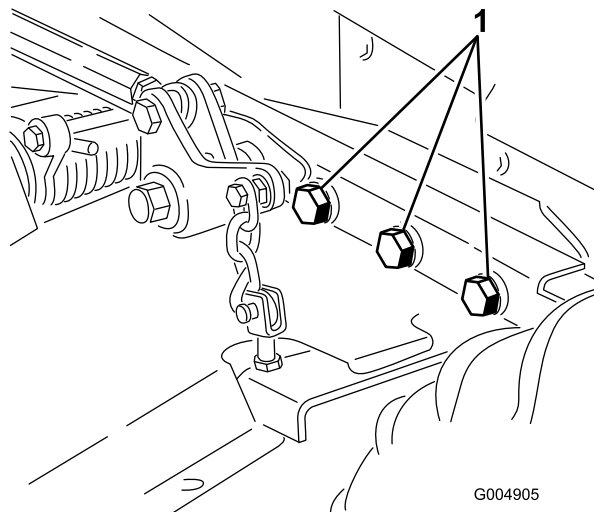

Figure 77
4. Vérifiez le serrage de toutes les fixations et resserrez-les au besoin. Serrez tout particulièrement les 6 boulons qui fixent le cadre du plateau de coupe au groupe de déplacement (Figure 77) à 359 Nm.